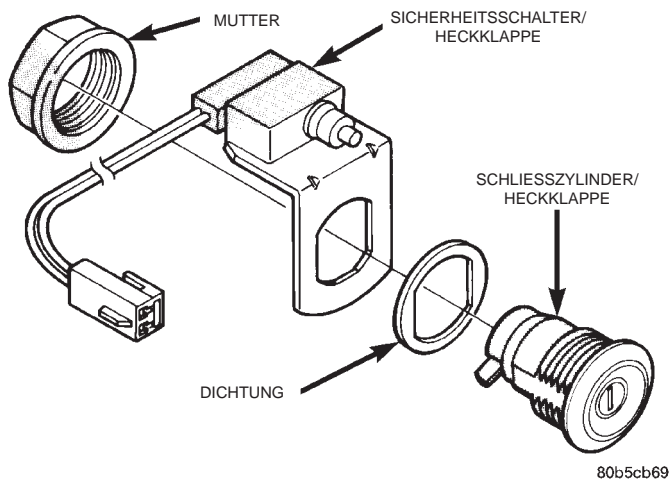

Abb. 4 Sicherheitsschalter der Heckklappe
(1) Näheres zum Ausbau des Schließzylinders der Heckklappe siehe Kapitel 23, "Karosserie".
(2) Steckverbinder abziehen (Abb. 4) und den Schließzylinder der Heckklappe von der Halterung abnehmen.